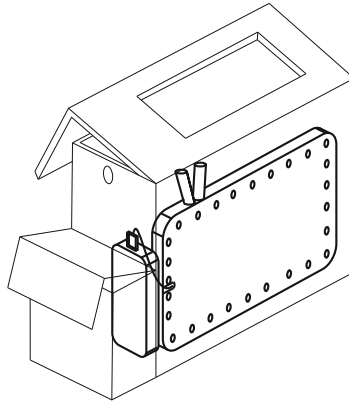

Рис.1. Схема расположения теплогенератора в сумке-укладке.
- поместить теплогенератор в теплоизолирующую сумку-укладку с газоанализатором КОЛИОН-1 (далее газоанализатор), сторона на которой нанесена инструкция, должна быть обращена к боковой панели газоанализатора (см. рис. 1);